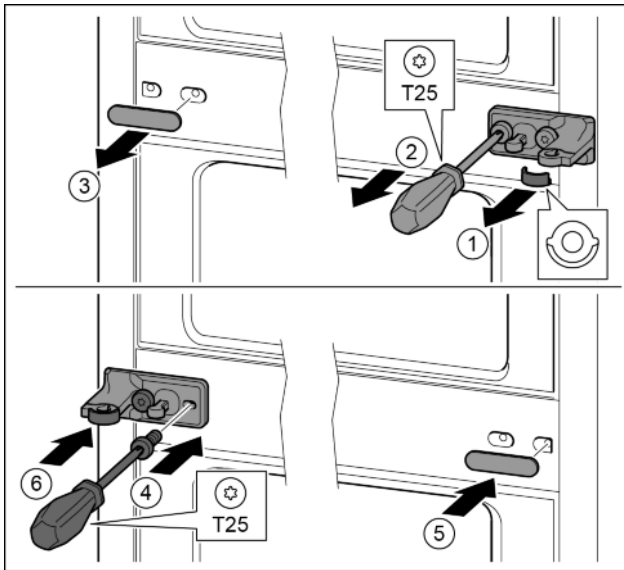

Fig. 34
- ▶ Scheibe abziehen. Fig. 34 (1)
- ▶ Schrauben mit Schraubendreher T25 herausdrehen. Fig. 34 (2)
- ▶ Abdeckung vorsichtig abziehen. Fig. 34 (3)
- ▶ Lagerbock mit Folie um 180° gedreht auf der anderen Seite fest anschrauben. Fig. 34 (4)
- ▶ Abdeckung um 180° gedreht auf der anderen Seite anbringen. Fig. 34 (5)
- ▶ Scheibe von vorn aufschieben. Fig. 34 (6)